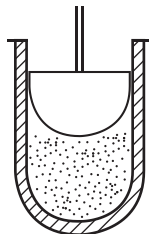

Figura 5. Válvula guilhotina.
- > **Tipo de válvula e razões para a escolha:** A válvula guilhotina (Figura 5) tem esta denominação porque o disco plano que efetua o fecho, move-se na vertical do fluxo do fluido. É aplicado geralmente no controlo tudo-nada, uma vez que em posições intermédias tem um comportamento pouco fiável. Tem a vantagem de ter muito pouca resistência ao fluxo do fluido quando está na posição de abertura total, e por isso, tem uma baixa queda de pressão, em que as lamas e areias passam pela região inferior da válvula sem afetar a haste de comando.